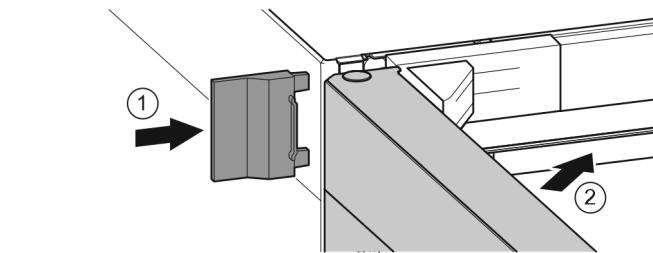

Fig. 21
- Împingeți apărătoarea exterioară. Fig. 21 (1)
- Închideți ușa superioară. Fig. 21 (2)